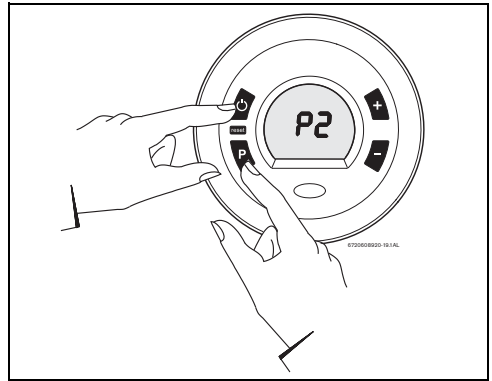

Fig. 42
- ▶ Mantener pulsada la tecla de programas y pulsar el interruptor principal ON/OFF para conectar el aparato (consultar la Fig. 42).